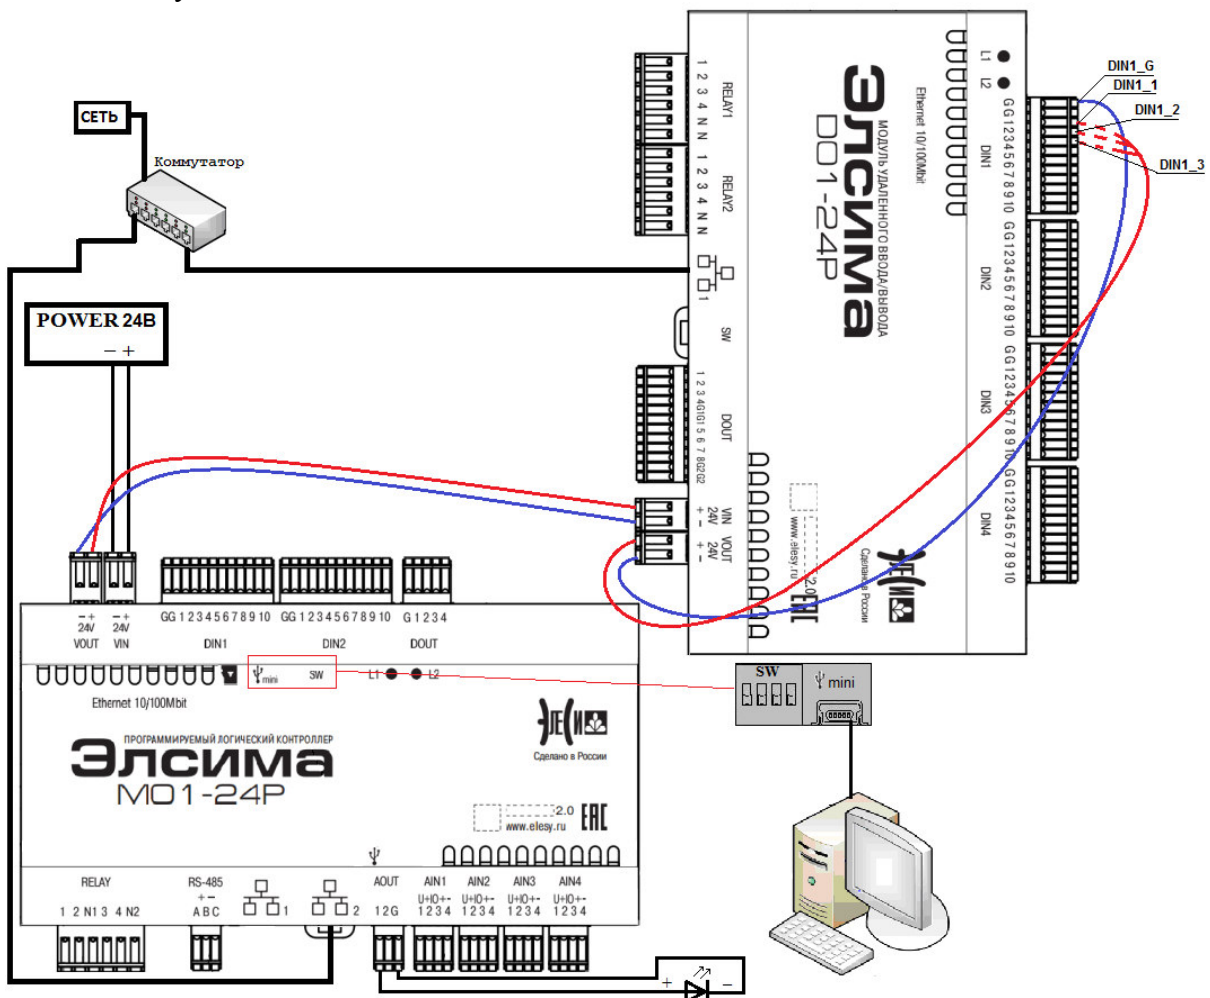

Рисунок 4.1 – Схема подключения контроллера и модуля через коммутатор
5. Соединить одним проводом VOUT «-» модуля УВВ Элсима-D01 с DIN1_G модуля. Другой провод подключить к разъему VOUT «+», вторым концом провода можно подавать сигналы на цифровые входы DIN1 (рисунок 4.1).
6. Подключить контроллер к компьютеру путем соединения разъема «mini-USB тип В» («☞ mini») ПЛК кабелем USB с ПК с использованием драйвера виртуальной сети RNDIS (рисунок 4.1). Подробную информацию о драйвере можно найти в документе «Контроллер программируемый логический Элсима. Руководство по эксплуатации».
Для работы с дискретным вводом модуля УВВ Элсима-D01 необходим провод, один конец которого подключается к **VOUT «+»**, а второй подает поочередно сигналы на **DIN1_1**, **DIN1_2** и **DIN1_3** (рисунок 4.1).